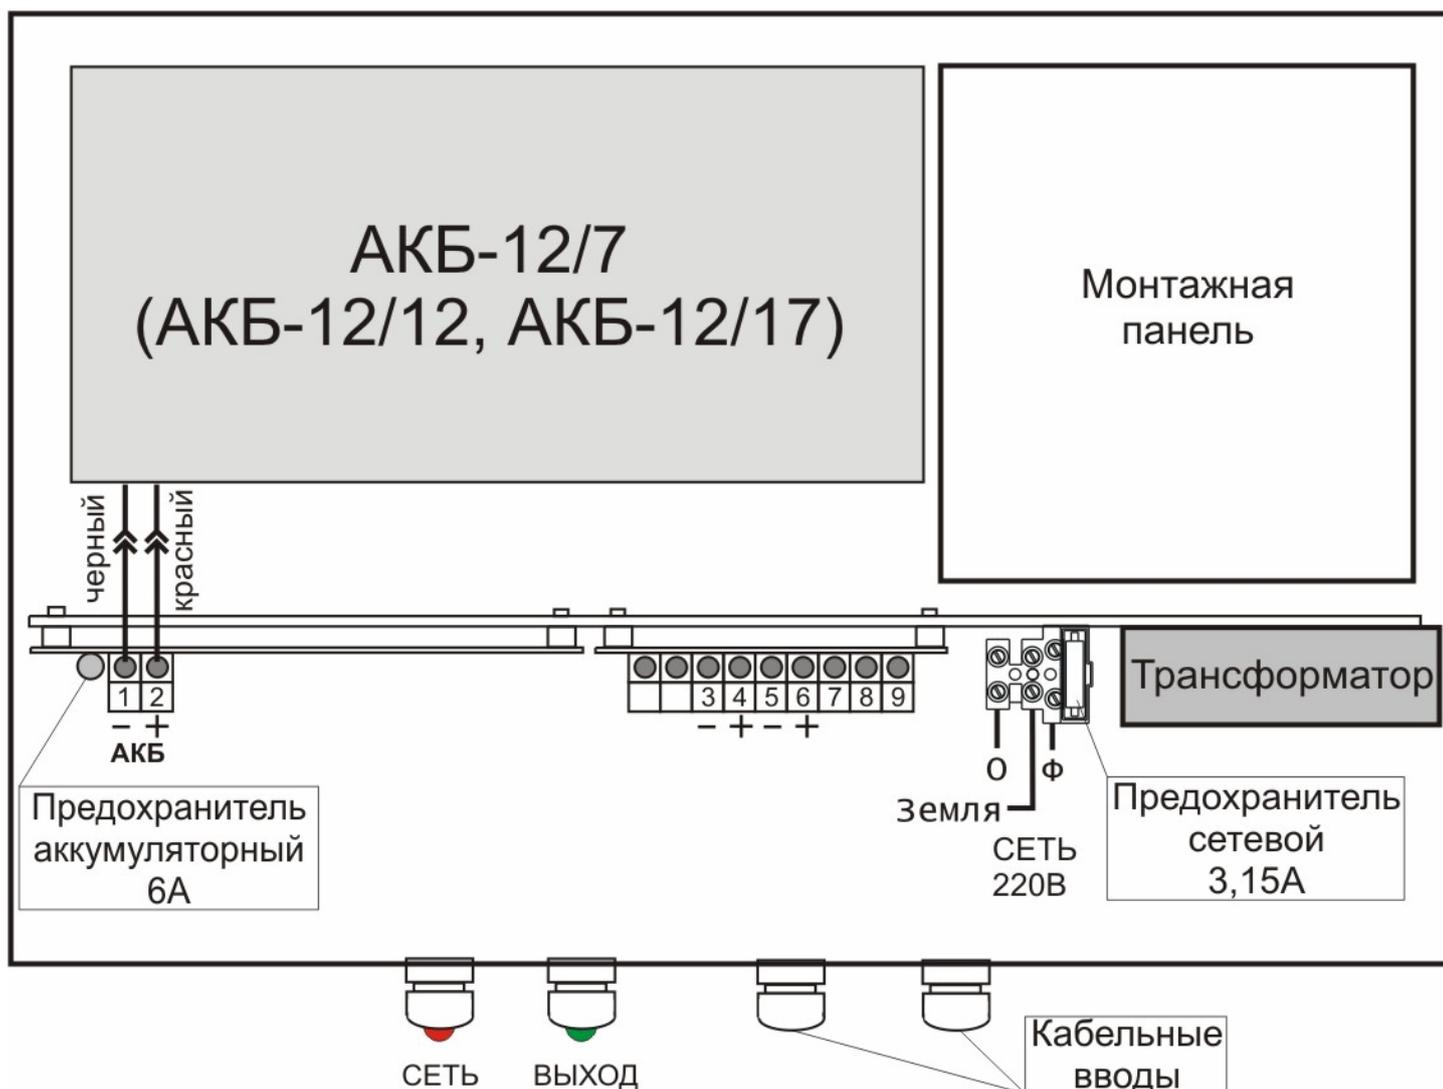

Рис.3 Вариант подключения АКБ без термостата.
- подключить провода термостата к соответствующим клеммам «PMT» (см. приложение). В случае эксплуатации источника без термостата, подключить аккумуляторную батарею к клеммам «АКБ» с учетом полярности (**красный провод – к клемме «плюс» АКБ**) рис.3 (см. приложение). Подложить под «АКБ» прокладку из пенофола.